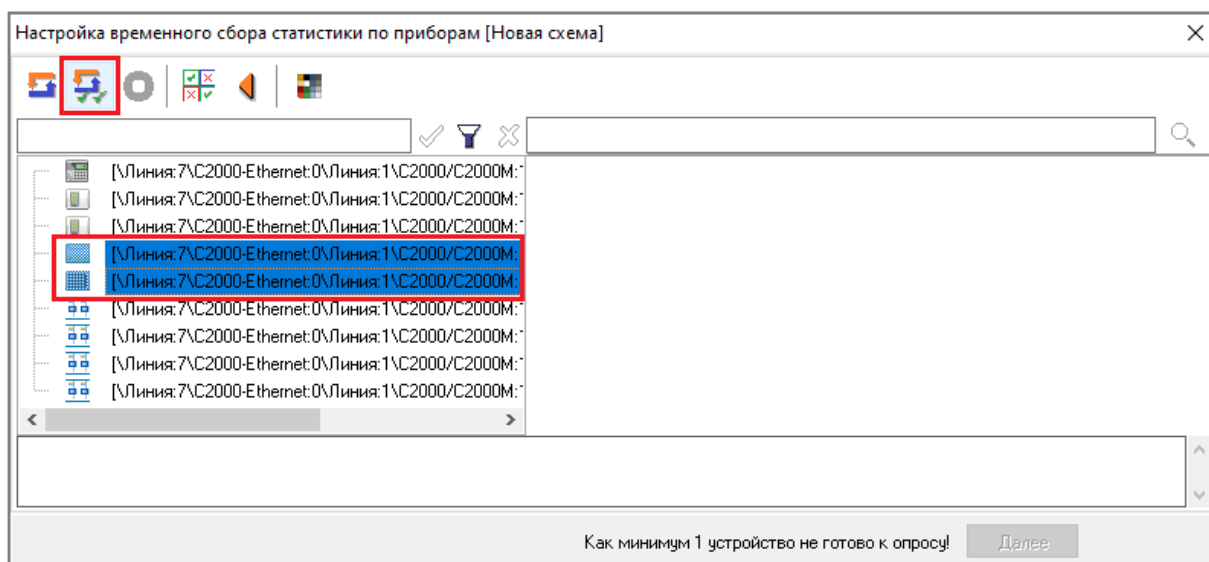

Рисунок 12-152 Запуск процесса инициализации выбранных объектов списка инициализируемых объектов
- чтобы запустить процесс инициализации избранных объектов, выделите в списке инициализируемых объектов (см. п. 12.6.7.3.2.1) те объекты, для которых необходимо запустить процесс инициализации, и нажмите кнопку  «Инициализировать выделенные элементы» (см. Рисунок 12-152).